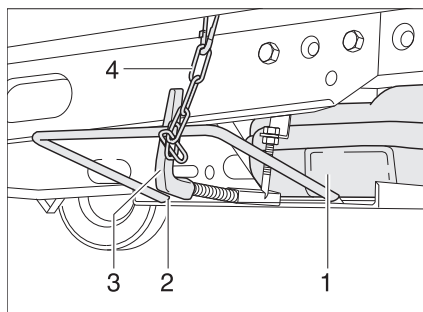

Fig. 149 Réservoir d'eaux usées dans le support sous le véhicule
- Desserrer la chaîne de sécurité (Fig. 149,4).
- Appuyer sur la poignée tournante (Fig. 149,3) vers l'intérieur et la faire pivoter d'un quart de tour dans le sens des aiguilles d'une montre.
- Faire basculer le réservoir d'eaux usées avec le support (Fig. 149,2) vers l'avant et le bas.
- Retirer le réservoir d'eaux usées (Fig. 149,1).